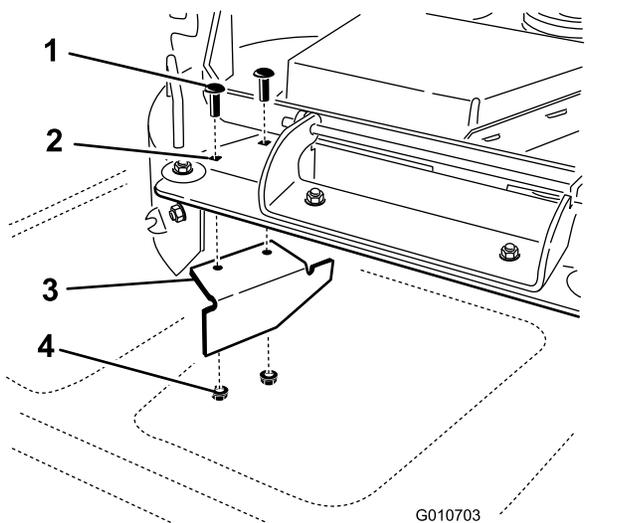

Figure 35
15. Localisez le déflecteur d'ouverture dans les sachets des pièces détachées, retirez les fixations des trous arrière de la plaque d'éjection et fixez le déflecteur sur l'ouverture d'éjection latérale du plateau de coupe (Figure 35).